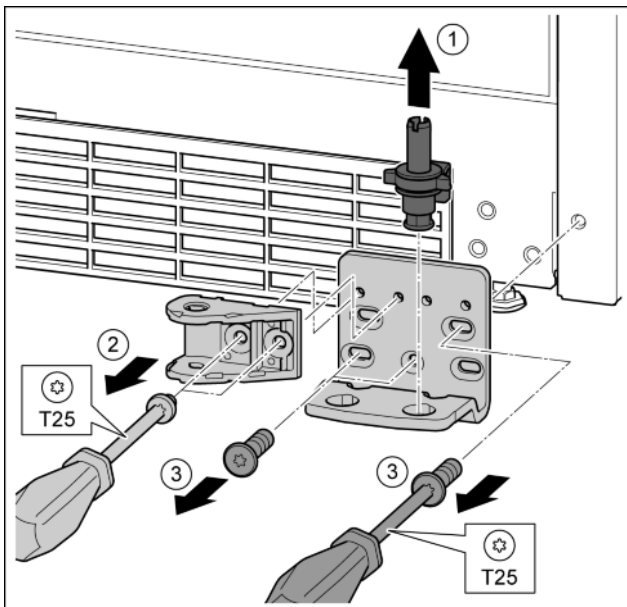

Fig. 26
- ▶ Опорный палец полностью извлечь движением вверх. Fig. 26 (1)
- ▶ Открутить винты отверткой T25 и снять соединительный элемент амортизатора закрывания дверей. Fig. 26 (2)
- ▶ Открутить винты отверткой T25 и снять опорный кронштейн. Fig. 26 (3)